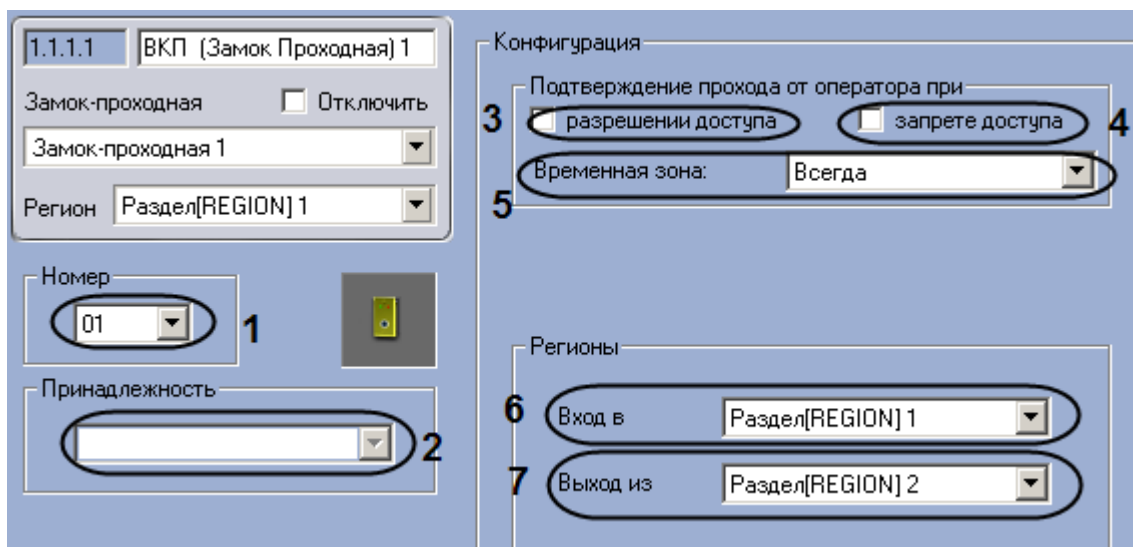

Рис. 3.4—17. Настройка ВКП замка-проходной
2. Выбрать аппаратный адрес ВКП замка-проходной из раскрывающегося списка **Номер** (см. Рис. 3.4—17, 1).
3. Выбрать объект **Зона охраны**, к которому относится данный ВКП, из раскрывающегося списка **Принадлежность** (см. Рис. 3.4—17, 2).